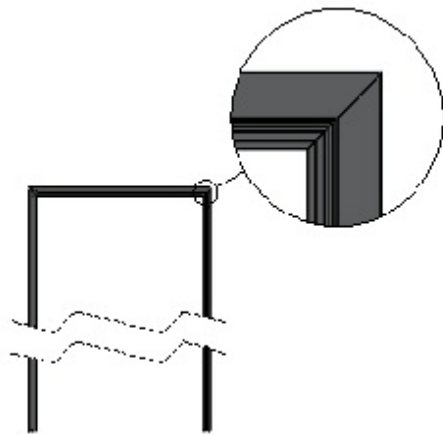

Рис.2.1
2.2 Собрать коробку из основного профиля и соединить с помощью стыковочных уголков (Рис.2.1 и 2.2).